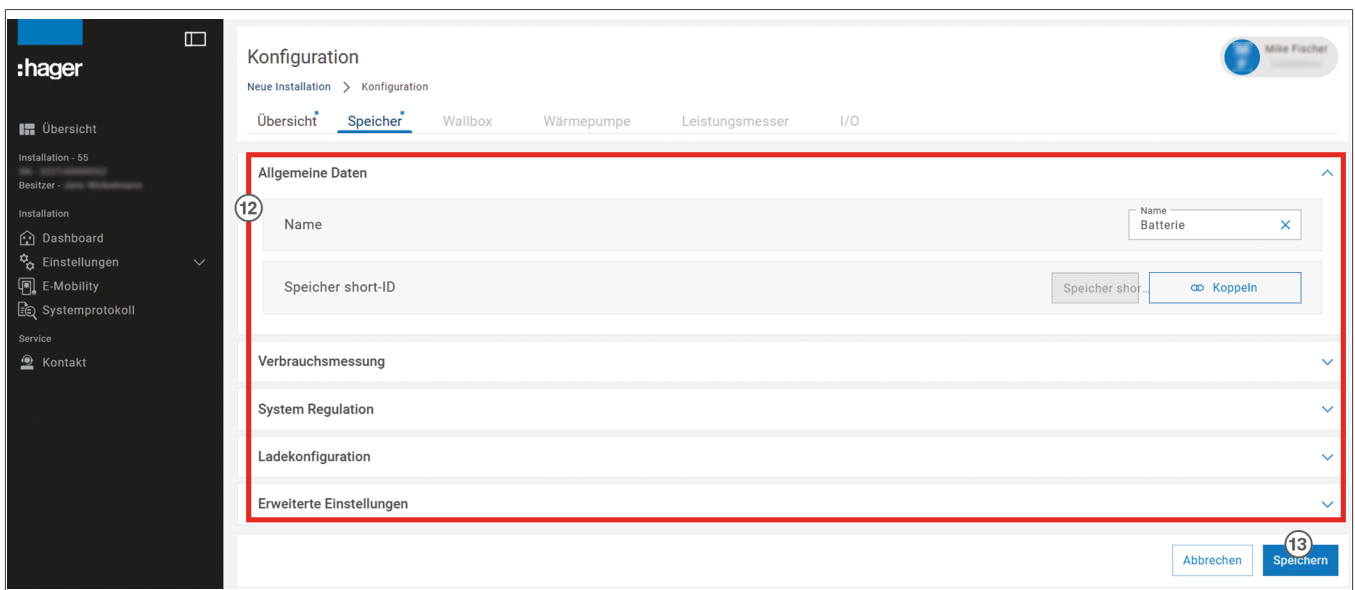

Bild 41: Erforderliche Einstellungen Speicher / Wechselrichter
- ⑭ Angelegter Wechselrichter mit Batterie
- ⑮ Geräte-Kopplungen
- ⑤ Die minimal erforderlichen Einstellungen für den Speicher/ Wechselrichter vornehmen (Bild 41) und mit der Schaltfläche **Speichern** (13) bestätigen oder mit **Abbrechen** verwerfen.